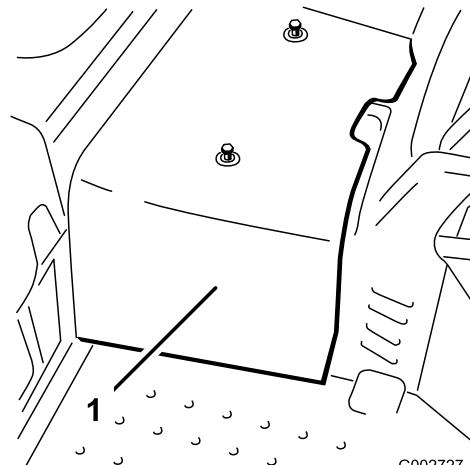

図 34
2. センターシュラウドを機体に止め付けているねじ2本を外してシュラウドを機体から取り外す図 34。